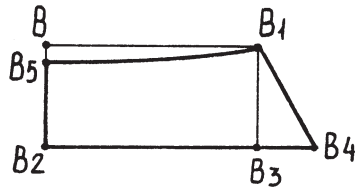

Рис. 186. Чертеж выкройки воротника
*Воротник.* Чтобы построить чертеж выкройки воротника, начертите прямой угол с вершиной в точке В (рис. 186).